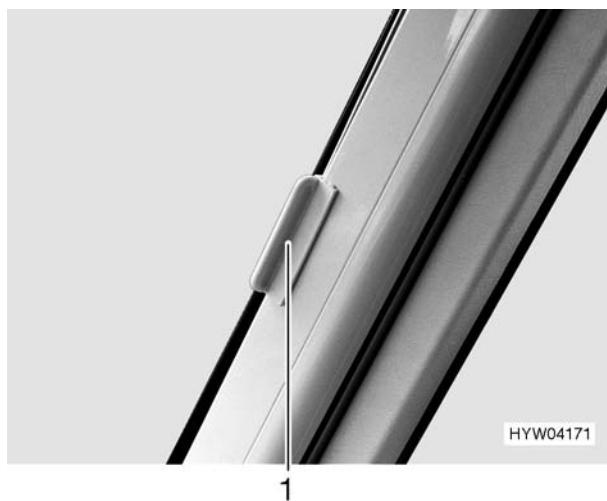
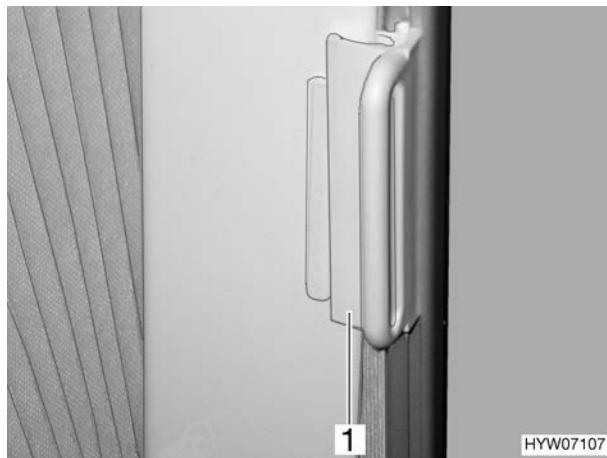

Fig. 22 Dispositivo di bloccaggio aggiuntivo per le tendine oscuranti pieghevoli sulla prua (classe B)
Fig. 23 Bloccaggio delle tendine oscuranti pieghevoli per il finestrino del conducente/passeggero (Camp, Tramp)
- Durante la marcia le tendine oscuranti pieghevoli per il parabrezza, la finestra del guidatore e del passeggero devono essere aperte, bloccate e fissate tramite il dispositivo di bloccaggio aggiuntivo (Fig. 22,1 e Fig. 23,1).